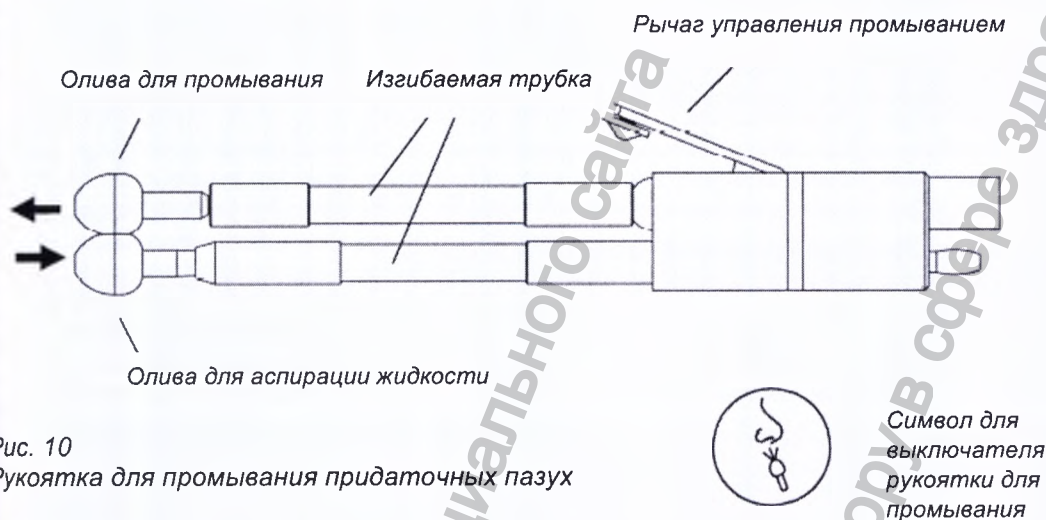

Рис. 10
Система для промывания придаточных пазух носа предназначена для промывания носовой полости. Дистальная часть рукоятки для промывания состоит из двух регулируемых изгибаемых трубок для облегчения введения оливы в носовую полость (Рис. 10). Одна трубка используется для промывания носовой полости, а другая для аспирации жидкости из второй ноздри. Оливы представлены в четырех различных размерах.
Перед началом процедуры промывания носовой полости необходимо подобрать размеры и закрепить их на дистальном конце рукоятки для промывания (Рис. 10). Вставьте оливы в левую и правую ноздри пациента, чтобы они плотно вошли в носовую полость. Приготовьте почкообразную чашу для сбора жидкостей, которую держит медсестра.
После того как пациенту будут даны указания касательно процедуры промывания придаточных пазух носа нажатием выключателя ON/OFF (Рис. 10). В случае возникновения высокого уровня вакуума в носовой полости необходимо сразу же нажать на выключатель для прекращения промывания придаточных пазух (Рис. 10). Скорость потока из рукоятки можно регулировать с помощью рычага управления (Рис. 10).
Настройки для процедуры промывания придаточных пазух устанавливаются в зависимости от клинической картины пациента. Во избежание образования высоких уровней вакуума ограничивать создаваемый вакуум регулятором (Рис. 1 (49)). После окончания процедуры выключить систему посредством выключателя ON/OFF (Рис. 10).